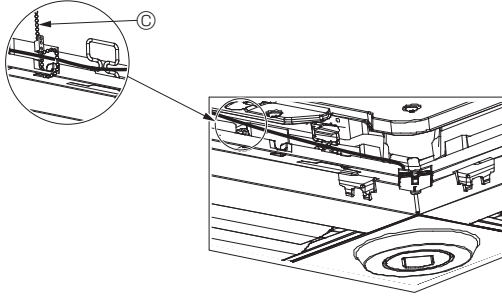

Fig. 5-13
- Şemada gösterildiği gibi i-See sensör ve sinyal alıcı kablolarını, kablolarda gevşeklik olmayacak şekilde tespit malzemesi ile tespit edin ve daha sonra tespit malzemesinin fazla kısmını kesin. (Fig. 5-13)
- Eğer i-See sensör konumu "o" konumundan (E) "□" konumuna değiştirilmişse (F), anahtar ayarlarını değiştirin. (Bkz. sayfa 180.)